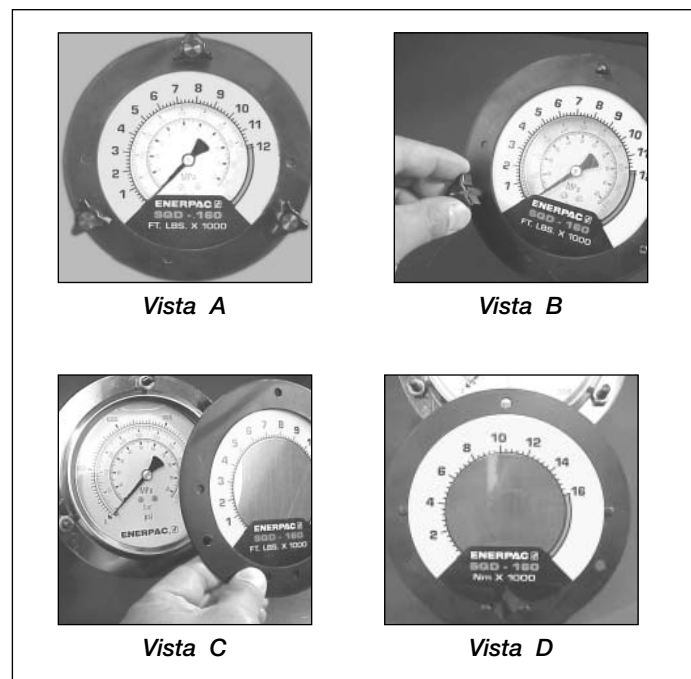

Figura 10, Instalación de la cobertura
La bomba tiene un manómetro instalado. Para su practicidad, se proporcionan coberturas de la llave con cada bomba. Una cobertura de la llave encaja sobre la esfera del manómetro y convierte fácilmente las lecturas de presión a lecturas de llave (véase Figura 10, vista A). La cobertura presenta unidades imperiales (lb-pies) en un lado y unidades métricas (Nm) en el otro. Para cambiar las escalas, simplemente dé vuelta la cobertura.
1. Retirar los tres botones negros que mantienen en su lugar a la brida frontal del manómetro (véase Figura 10, vista B).
2. Retirar la brida frontal y la cobertura (véase Figura 10, vista C).
3. Insertar una nueva cobertura (recordar la verificación del uso de la cobertura correcta para la llave dinamométrica de Enerpac en la brida, alineando la cobertura con las muescas en la parte posterior de la brida (véase Figura 10, vista D).
4. Al mantener la cobertura por detrás de la brida (véase Figura 10, vista C), insertar la brida en los tornillos de los botones, ubicando nuevamente la cobertura (según sea necesario) y asegurar los botones apretando con las manos (véase Figura 10, vista B). La brida presionará la cobertura hacia el manómetro y lo ajustará en su lugar. Consultar las instrucciones de la llave dinamométrica para obtener la cantidad de presión necesaria para producir el par deseado. Tener en cuenta que la presión máxima varía según las diferentes llaves y accesorios.